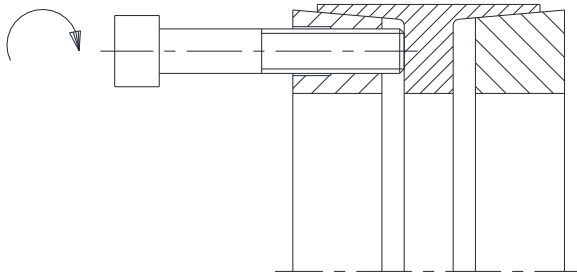

Fig. 8 : Séparer le disque d'appui avant
- Insérer les vis dans les filetages de démontage du disque d'appui avant (composant 1) et de la bague extérieure (composant 3) (Fig. 8 et 9).